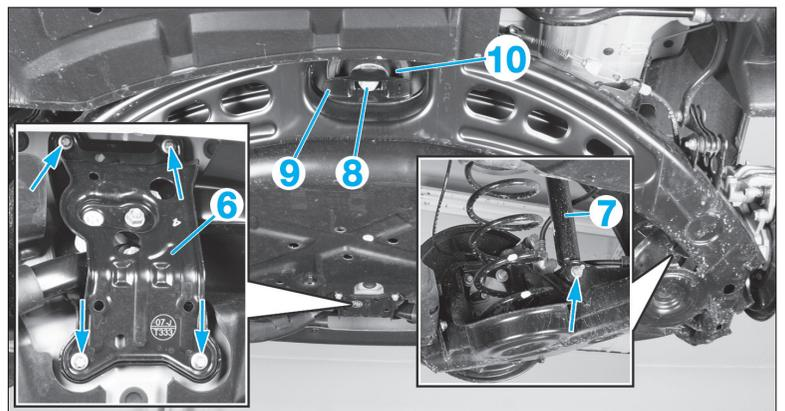

FIG. 28
- Déposer (Fig.28) :
- le palier d'accouplement (6) de l'essieu arrière,
- de chaque côté, les amortisseurs (7) de l'essieu arrière,
- déposer la vis (8) et la plaque (9).